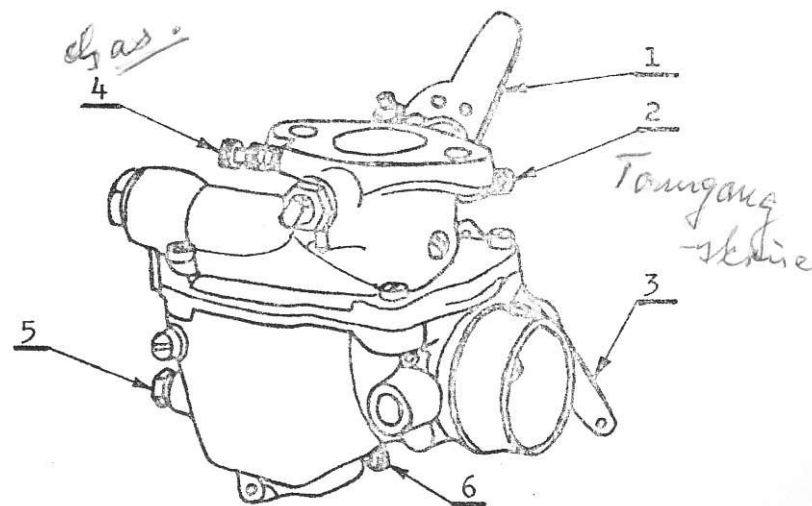

Fig. 3
Karburatoren er justeret fra fabrikken, men det vil som regel være nødvendigt at efterjustere tomgangen, når motoren er tilkørt. Tomgangen skal justeres, når motoren er varm. Blandingsskruen mærket 4 på fig. 3 skrues ud, indtil motoren begynder at gå ujævnt, derefter skrues den langsomt tilbage, til motoren går jævnt i tomgang. Tomgangshastigheden justeres på tomgangsskruen mærket 2 på fig. 3.
3. Luk chokerspjældet - se fig. 3.
Når motoren er kold, kan starten lattes ved at lukke chokerspjældet mere eller mindre. Chokerspjældet betjenes med armen mrk. 3 på fig. 3.